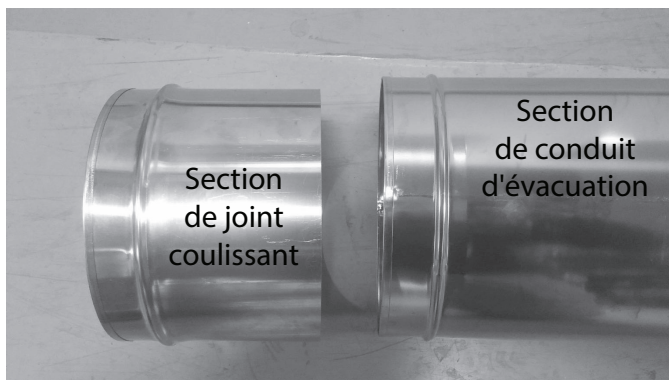

Figure 7.4 Section coulissante
- Faites glisser l'extrémité lisse de la section coulissante à l'intérieur de l'extrémité mâle à bourrelet de la section de conduit SLG. Voir la figure 7.4.